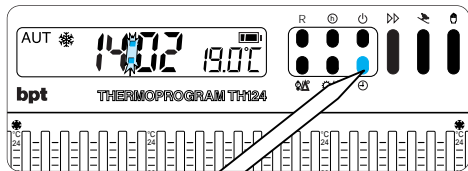

Fig. 19
**5.5** - Premerere il pulsante ⊕ per terminare la procedura dell'impostazione (fig. 19).